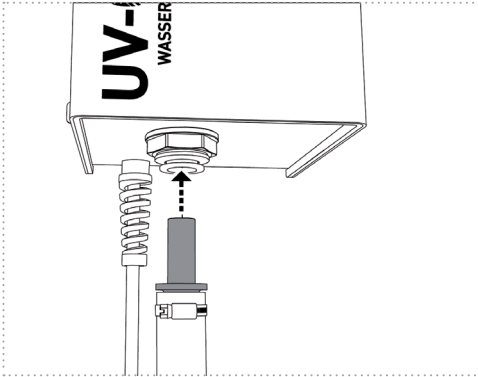

Abbildung: 10a
- a. direkt in die Anschlüsse der UV-Einheit (*Abbildung 10a*)